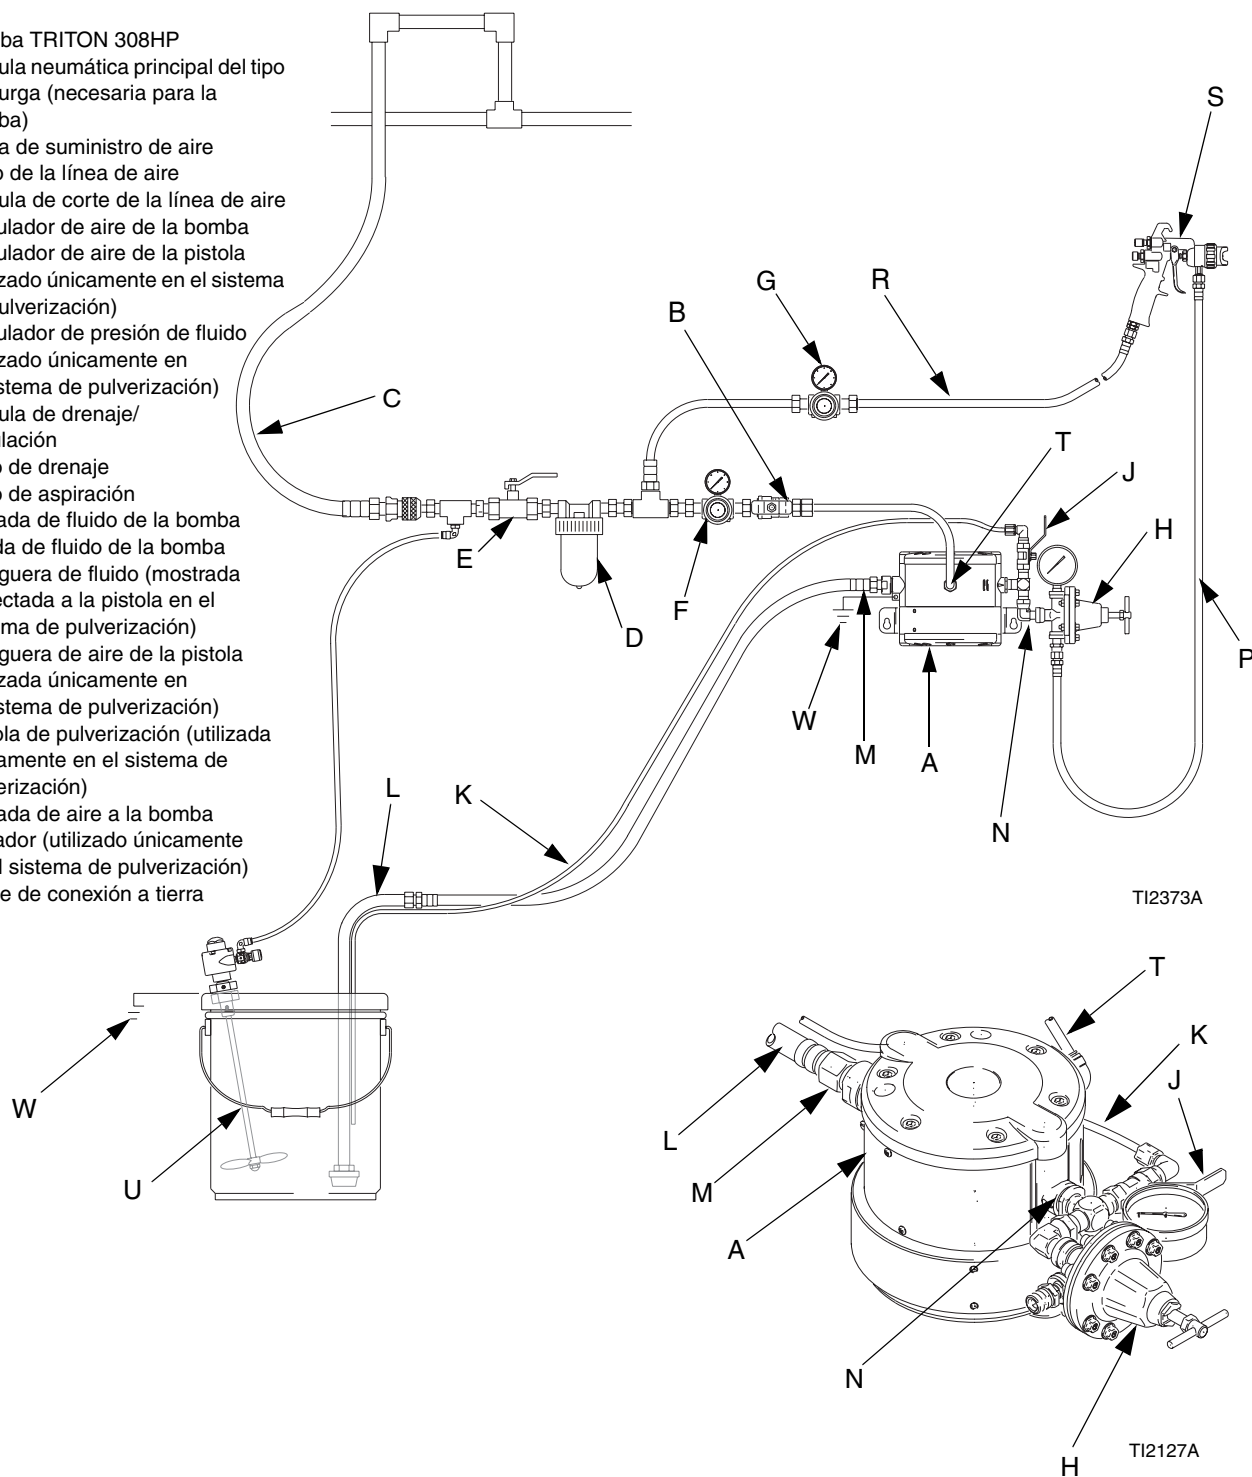

FIG. 2. Instalación típica
- FIG. 2. se ofrece sólo como guía para la selección y la instalación de los componentes y accesorios del sistema. No se trata del diseño de un sistema real. Contacte con su distribuidor Graco para obtener información y ayuda para planificar un sistema adecuado a sus necesidades personales.
1. Instale los accesorios de la línea de aire como se muestra en la FIG. 2.. Asegúrese de establecer una conexión a tierra de la tubería de aire conectada a los accesorios.
- a. La presión de fluido puede controlarse con un regulador de aire (F) para controlar el aire que entra en la bomba, o con un regulador de fluido (H) para controlar el fluido que sale de la bomba.
- b. Instale una válvula neumática principal del tipo de purga (B) cerca de la bomba. Se requiere su uso en el sistema para liberar el aire atrapado entre esta válvula y la bomba. El aire atrapado puede hacer que la bomba gire de forma accidental, lo que puede provocar serios daños, incluyendo la entrada de fluido en los ojos o su contacto con la piel, o daños producidos por las piezas en movimiento. Asegúrese de que se puede acceder fácilmente a la válvula desde la bomba, y que está colocada corriente abajo del regulador de aire.
- c. Instale una segunda válvula neumática (E) corriente arriba de todos los accesorios de la tubería de aire y utilícela para aislarlos durante las operaciones de limpieza y reparación.
- d. Instale un filtro en la línea de aire (D) para eliminar contaminantes, tales como suciedad, humedad y aceite del suministro de aire comprimido.
3. Instale una manguera de aire flexible con conexión a tierra (A) entre los accesorios y la entrada de aire de la bomba. Vea **Características técnicas** en la página 26 para determinar el tamaño de la entrada de aire de su bomba. Utilice una manguera de aire de un mínimo de 13 mm (1/2 pulg.) de diámetro interior.
- Utilice mangueras conductoras (vea FIG. 2.). Enrosque fuertemente la línea de aspiración en la entrada de la bomba. Utilice un líquido sellante compatible para roscas en todas las conexiones para evitar que entre aire en la línea de fluido.
1. Utilice mangueras de fluido conductoras eléctricamente (P). Vea FIG. 2.. Enrosque cómodamente el racor de fluido en la salida de la bomba (N). Vea **Características técnicas** en la página 26 para determinar el tamaño de la salida de fluido de su bomba.
2. Si lo desea, instale un regulador de fluido en la salida de fluido de la bomba para controlar la presión del mismo. Instale una válvula de drenaje de fluido (H) cerca de la salida de fluido. Vea **Línea de aire** paso 1a si desea un método alternativo para controlar la presión.
3. Instale una válvula de drenaje del fluido (J) cerca de la salida del fluido.
3. Coloque el tubo de aspiración (L) en el fluido que va a bombear.
4. Coloque el extremo de la manguera de fluido (P), vea FIG. 2., en un contenedor apropiado.
5. Cierre la válvula de drenaje del fluido (J).
6. Con el regulador de aire de la bomba (F) cerrado, abra la válvula neumática principal de purga (B).
8. Abra lentamente el regulador de aire (F) hasta que la bomba comience a girar. Deje que la bomba gire lentamente hasta que se haya evacuado todo el aire de las tuberías y se cebe la bomba.